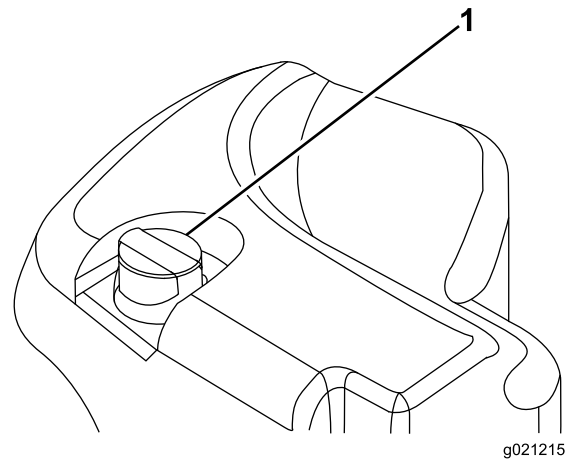

Figura 34
2. Limpie la zona alrededor del cuello de llenado y el tapón del depósito hidráulico (Figura 34).